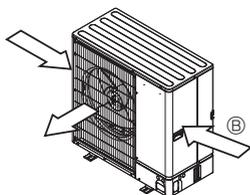

Fig. 2-5
- ③ Poziționați unitatea astfel încât gura de evacuare a aerului să sufle perpendicular pe direcția din care bat vânturile sezoniere, dacă este posibil. (Fig. 2-5)